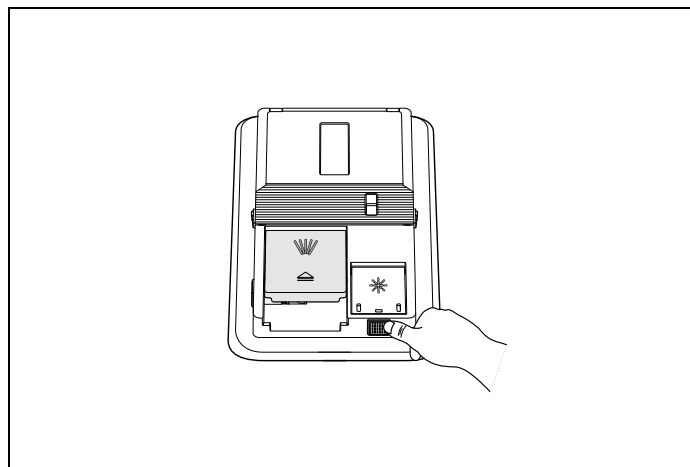

Fig. 72
- 2) Remplissez le compartiment avec du liquide de rinçage jusqu'au niveau MAX, puis fermez le bouchon. Veillez à ne pas trop remplir le compartiment de liquide de rinçage et essayez tout débordement Fig. 72 .